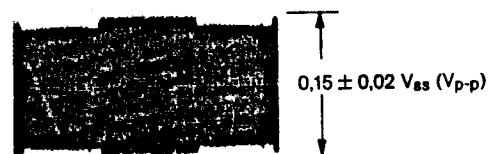

Fig. 5.9 FM-Aufnahme-Pegel
3. R 268 (FM REC LEVEL) so einstellen, daß der Schwarzwertpegel des Vertikal-Austastlücken-Anteils 0,15 V_{SS} beträgt (Fig. 5.9).
3. Adjust R 268 (FM REC LEVEL) so that the black level of the vertical blanking interval is 0.15 V_{pp} (Fig. 5.9).